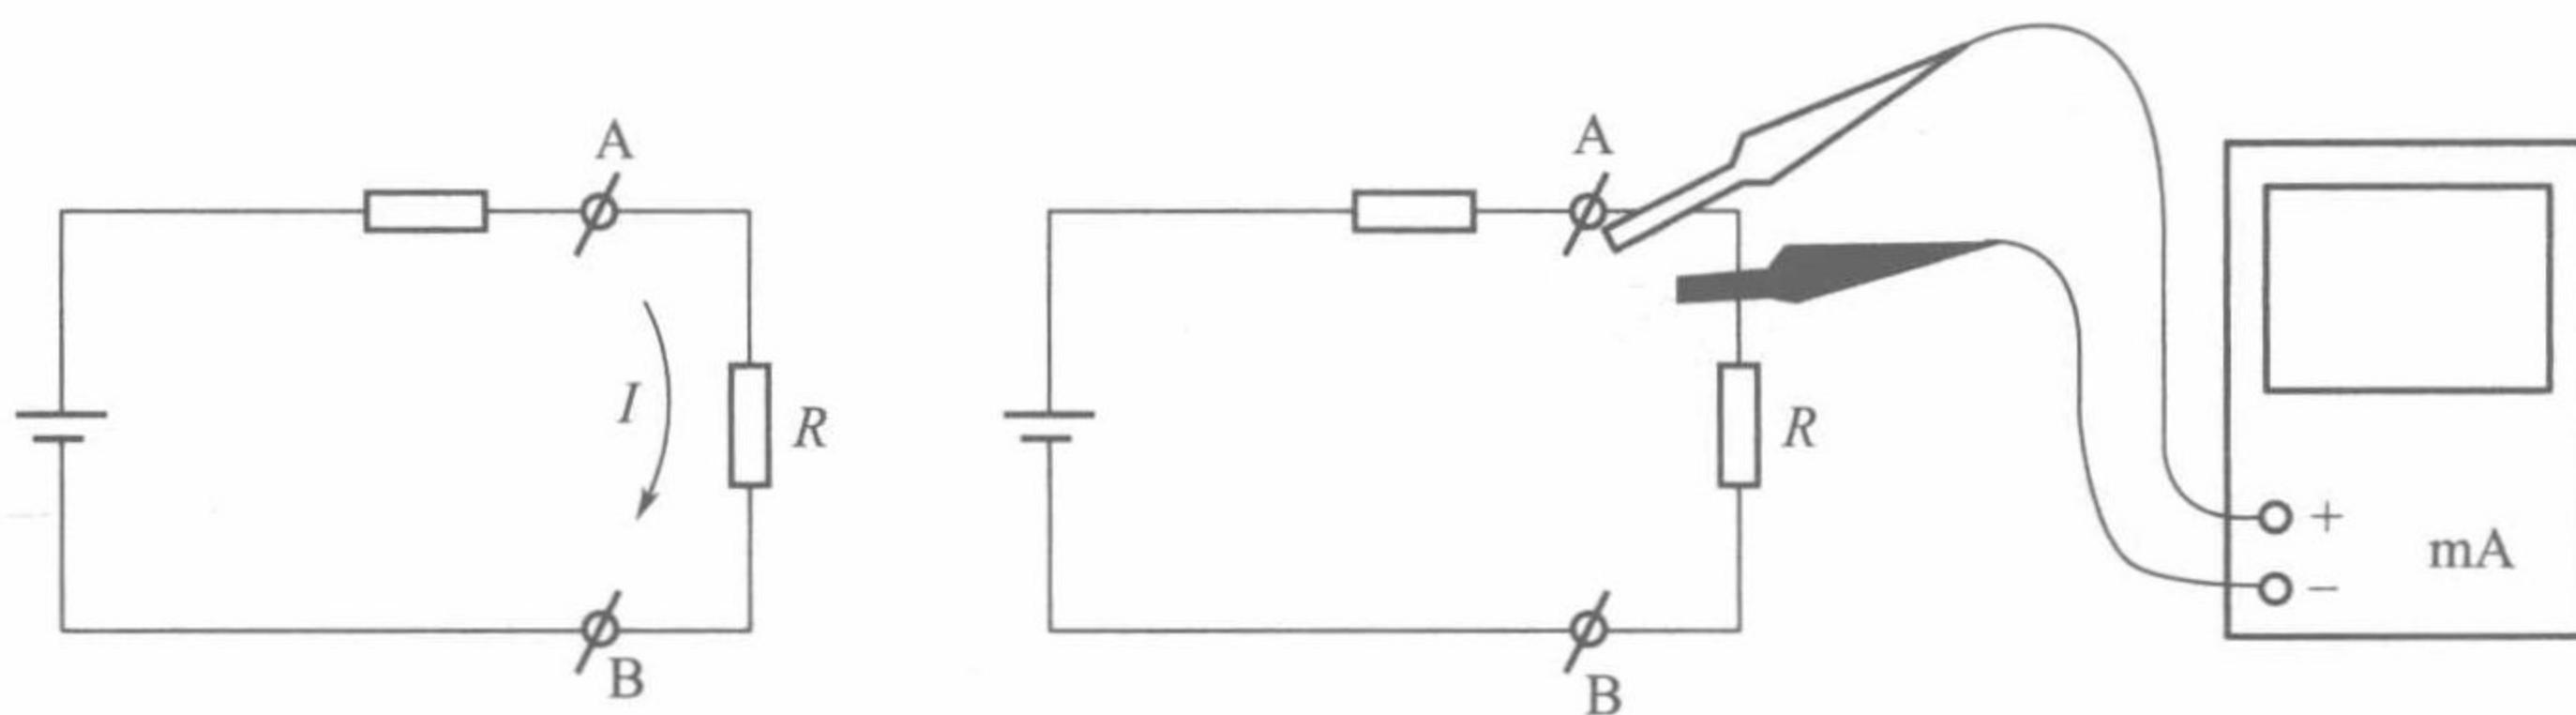

图 1-7 直流电流的测量
① 把转换开关拨到直流电流（mA）挡，估计被测电流的大小，选择合适的量程。如果不知道被测电流的大小，先选最大电流挡试测。根据指针的偏角度，再选择合适的量程。
② 如图 1-7 所示，万用表串接于被测电路中，并注意极性不能接反，红表笔一端插入标有“+”的插孔，另一端接被测量的正极；黑表笔一端插入标有“-”的插孔，另一端接被测量的负极，即应使电流从红表笔端流入，由黑表笔端流出。